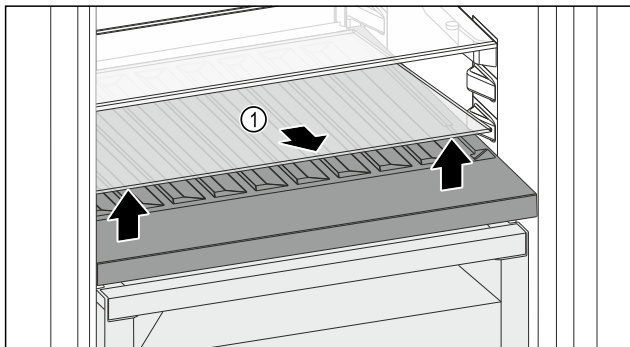

Fig. 180
- Nosta lasilevyä Fig. 180 (1) edessä olevasta syvennyksestä ja ota ulos.
- Säilytä lasilevyä Fig. 180 (1) turvassa laitteen ulkopuolella.
- Aseta lasilevy (2) muunneltavan pulloalusta alle.